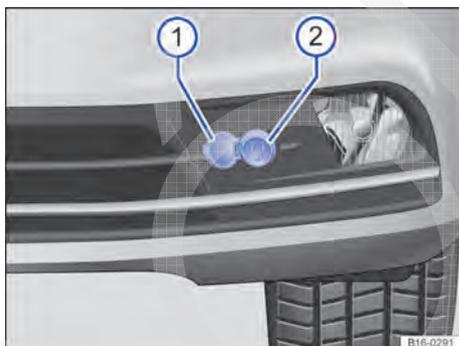

Fig. 137 No para-choque dianteiro: tomada de conexão ② para o pré-aquecimento do motor.
- Abrir a capa de cobertura → Fig. 137 ①.
- Conectar o cabo de conexão na tomada ②.
- Antes de ligar o motor, desconectar sempre o cabo de conexão e fechar a capa de cobertura ①.